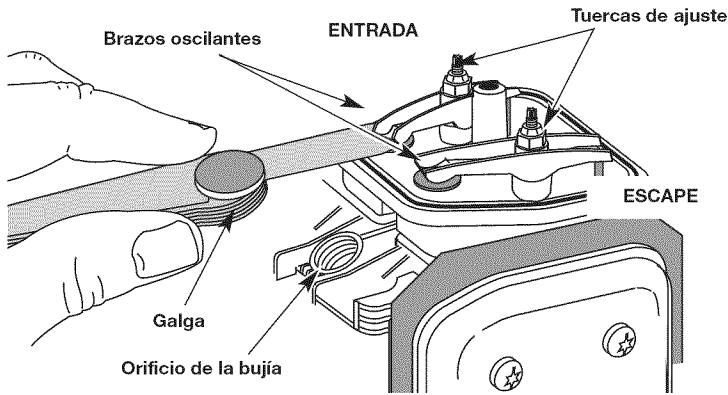

Fig. 32
- El pistón se encuentre en la parte superior de su recorrido. Mire el agujero de la bujía para ver el pistón (Fig. 32).
7. Deslice el calibrador de hoja entre el balancín y la parte superior de cada uno de los vástagos de las válvulas. Mida el huelgo entre el vástago de la válvula y el brazo oscilante (Fig. 32). Realice esto en las válvulas de entrada y de escape.
El huelgo recomendado para las válvulas de entrada y de escape es 0.076 – 0.152 mm (0.003 – 0.006 pulgadas). Use un calibrador regular de automóvil de 0.127 mm (0.005 pulgadas). El calibrador debe deslizarse entre el balancín y el vástago de la válvula con una ligera cantidad de resistencia, sin doblarse (Fig. 32 y 33).
- a. Gire la tuerca de ajuste con una llave de 8 mm (5/16 pulgadas) o una guía de tuercas (Fig. 32).